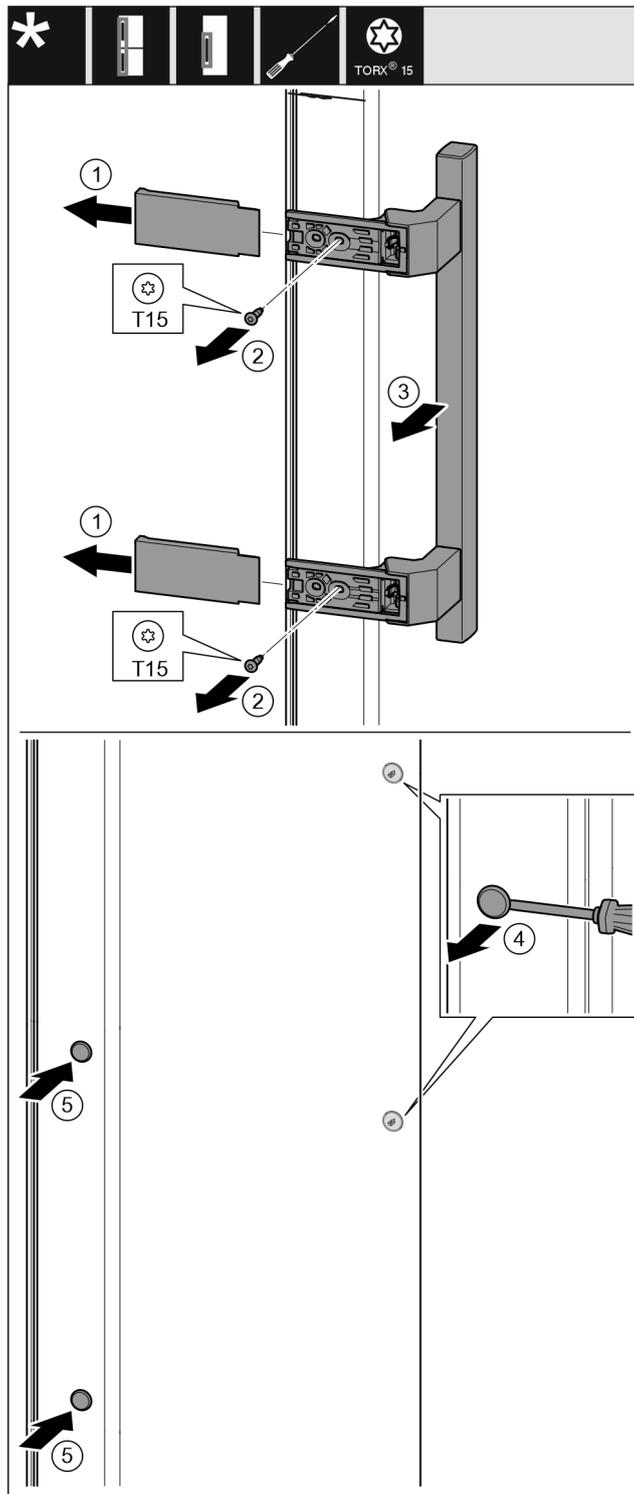

Fig. 20
- ▶ Trekk dekselet av. Fig. 20 (1)
- ▶ Skru ut skruene med skrutrekker T15. Fig. 20 (2)
- ▶ Ta av håndtaket. Fig. 20 (3)
- ▶ Løft sideproppen forsiktig opp med en skrutrekker, og trekk den ut. Fig. 20 (4)
- ▶ Sett proppen inn igjen på den andre siden. Fig. 20 (5)